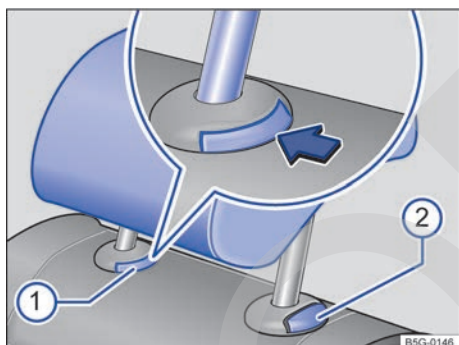

Fig. 86 Desmontaje de los apoyacabezas traseros.
- Pulse la tecla → fig. 86 ① de la guía del apoyacabezas.
- Al mismo tiempo presione la tecla ② mientras una segunda persona extrae el apoyacabezas completamente.